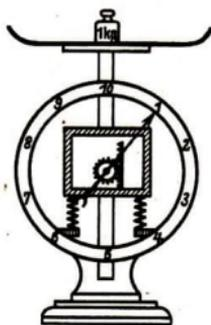

Abb. 40 Küchenwaage
1. Die Küchenwaage und die Lumpenwaage - Federwaagen und Elastizität. Bevor wir ein Paket zur Post tragen, wägen wir es. Warum? Wir legen es auf die *Küchenwaage*. Wir schauen uns das Innere der Waage an (Abb. 40) und sehen zwei Schraubenfedern nach Art der Abb. 41a, die *zusammengedrückt* werden, wenn man das Paket auf den Teller der Waage legt. Dabei senkt sich eine Zahnstange, deren Zähne in ein Zahnrad greifen. Mit dem Zahnrad dreht sich ein Zeiger; er zeigt auf einer Skala das Gewicht an.